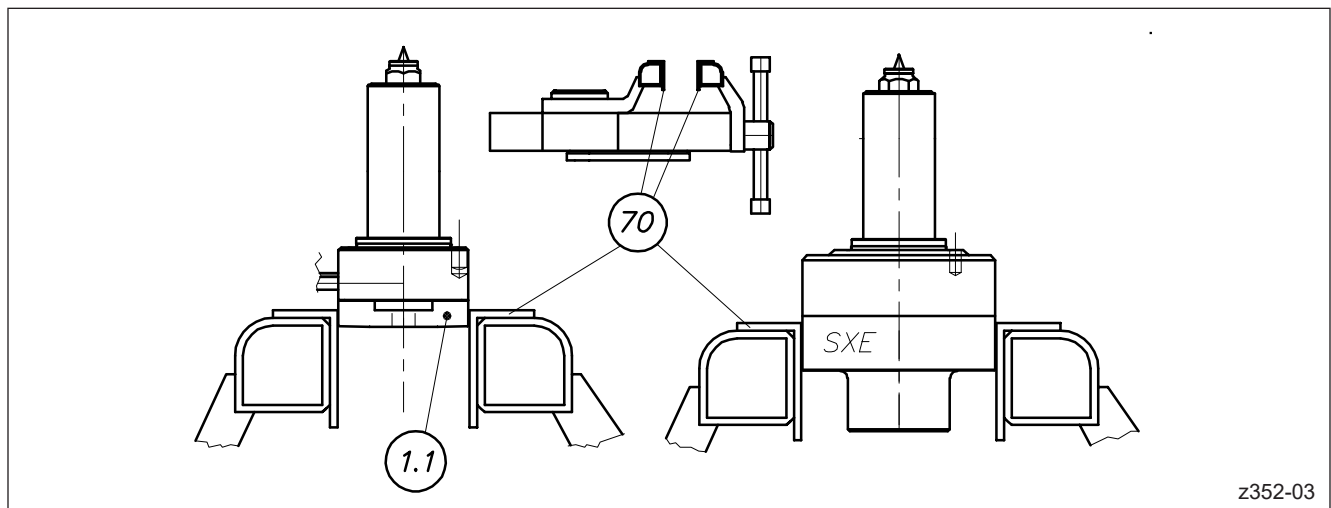

Abbildung 74: Einspannen der ausgebauten HPS III Düse im Schraubstock
Die Düse muss immer am Druckrohr (Pos. 1.1) eingespannt werden. Eine HPS III-SXE Einzeldüse wird am Körper eingespannt (vgl. Abbildung 74).
1. Für den Spitzenwechsel innerhalb des Werkzeugs Konturplatte (Pos. 56) in kaltem Zustand entfernen. Für den Spitzenwechsel bei ausgebauter Düse diese in den Schraubstock einspannen (vgl. Abbildung 74) und an ein Heißkanalregelgerät anschließen.
1. Für den Spitzenwechsel innerhalb des Werkzeugs Konturplatte (Pos. 56) in kaltem Zustand entfernen. Für den Spitzenwechsel bei ausgebauter Düse diese in den Schraubstock einspannen (vgl. Abbildung 74) und an ein Heizkanalregelgerät anschließen.